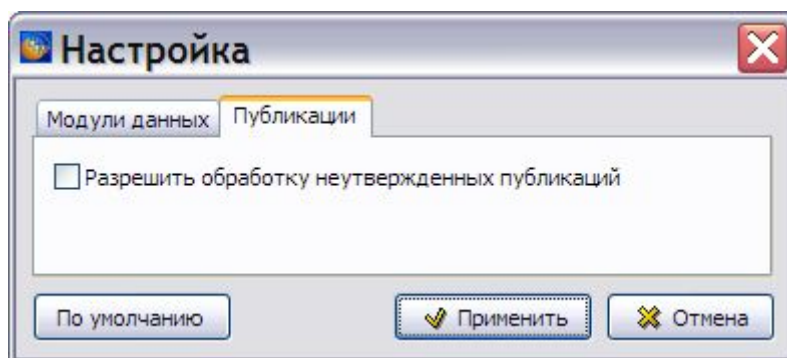

Рис. 11.36
11. Настройте перечень состояний версий МД, для которых нужно провести анализ. Текущие настройки отображаются в нижней части окна. Для изменения настроек нажмите на кнопку  в правой нижней части окна. После этого откроется окно **Настройка** (Рис. 11.36).
Для анализа публикации сделайте настройки на вкладке **Публикации**. По умолчанию рассматриваются только версии МД, которые входят в состав публикации, имеющей состояние «Утверждена». Если нужно провести предварительный анализ до утверждения публикации проекта, то установите флаг **Разрешить обработку неутвержденных публикаций** (Рис. 11.36).